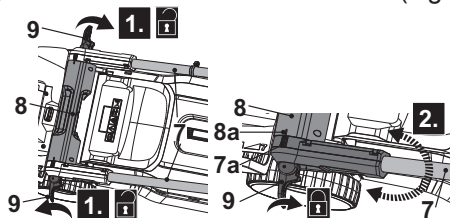

Fig. 12
1. Dépliez et dévissez les leviers de verrouillage (9) dans le sens anti-horaire sur les deux côtés de la barre de guidon inférieure (7), mais ne les retirez pas (Fig. 12, étape 1).
2. Maintenez et faites pivoter doucement l'assemblage du guidon dans la position souhaitée en alignant le repère (7a) avec l'indicateur (8a) de la poignée de transport (8) (Fig. 12, étape 2). Assurez-vous que l'assemblage du guidon soit réglé à la même hauteur de chaque côté.
3. Fixez l'assemblage du guidon en repliant le levier de verrouillage (9) vers la poignée de transport (8). Si le levier de verrouillage (9) ne se replie pas, dévissez-le et essayez de le replier à nouveau. S'il n'est pas assez serré, revissez le levier de verrouillage (9) en le tournant dans le sens horaire (Fig. 12, étape 3).